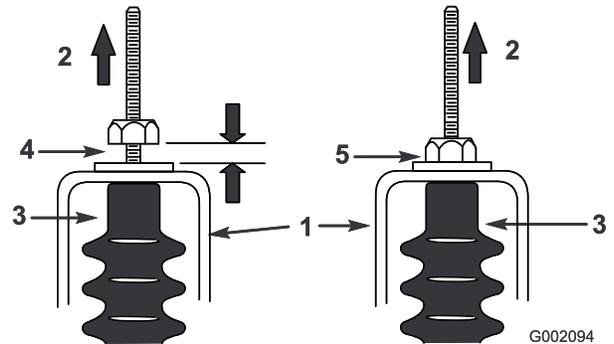

Bild 60
5. Ziehen Sie an jedem Schaltzug, um sicherzustellen, dass der Abstand zwischen der Mutter/Scheibe und der Leerlaufhalterung zwischen 0,76-1,52 mm liegt (Bild 60).